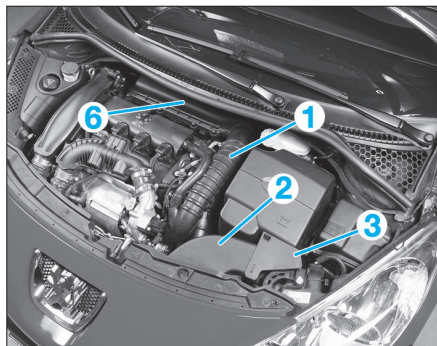
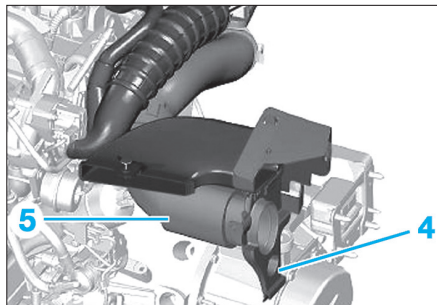

Fig. 34
Fig. 35
- le raccord d'entrée d'air (1) (Fig.34),
- le col d'entrée d'air (2),
- le couvercle (3) de plaque de maintien (4) (Fig.35) du raccord d'air,
- la plaque de maintien (4) du raccord d'air,
- le raccord d'entrée d'air (5),
- le couvercle et l'élément filtre à air (6),